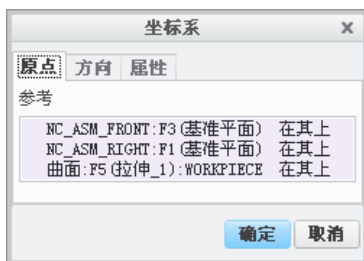
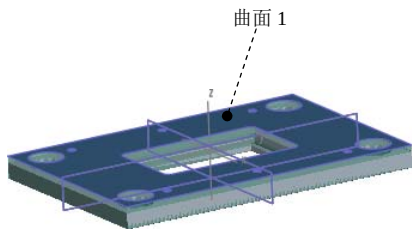

图 3.4.6 “坐标系”对话框
图 3.4.7 创建的坐标系
Step6. 机床坐标系设置。在“操作”操控板中单击 按钮，在弹出的菜单中选择 命令，系统弹出图 3.4.6 所示的“坐标系”对话框。按住 Ctrl 键依次选择 NC_ASM_FRONT、NC_ASM_RIGHT 基准面和图 3.4.7 所示的模型表面作为创建坐标系的三个参考平面，最后单击 **确定** 按钮完成坐标系的创建。单击 按钮，系统自动选中刚刚创建的坐标系作为加工坐标系。